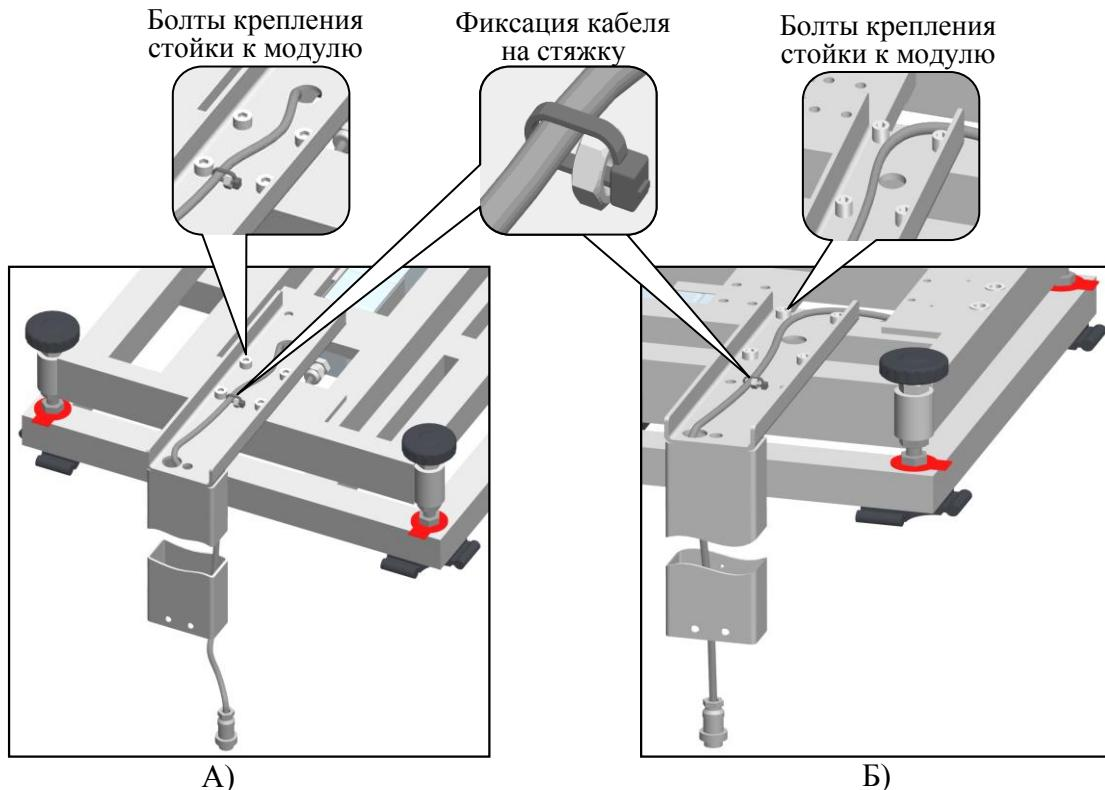

Рисунок 2 – Установка стойки крепления весового терминала.
• В модификациях TB-5040N_3 и TB-8060N_3 закрепите к основанию модуля стандартную стойку (см. рис. 2А).
- В модификации TB-5040N_3n закрепите укороченную стойку (см. рис. 2Б).